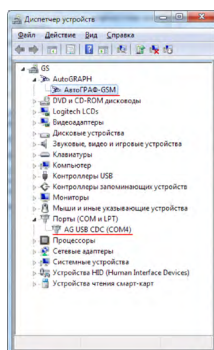

Рис.5
6. Аналогичным образом следует установить драйверы для устройства AutoGRAPH CDC. На этом установка драйверов для устройства АвтоГРАФ-GSM завершена. Прибор готов к работе с ПК (Рис.5).